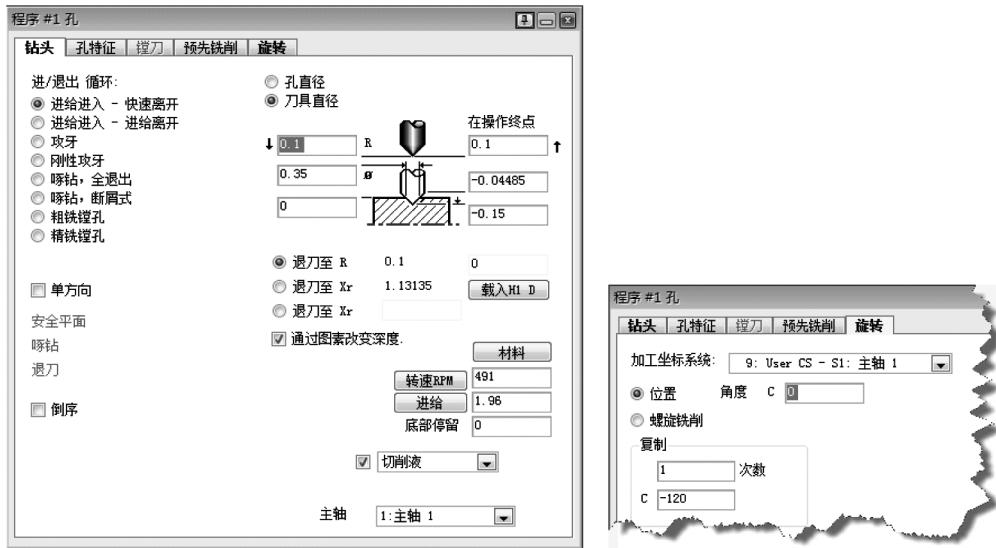

图 6-111 钻孔程序 1
11) 用#18 刀具为程序#1 创建如图 6-111 所示的钻孔程序。